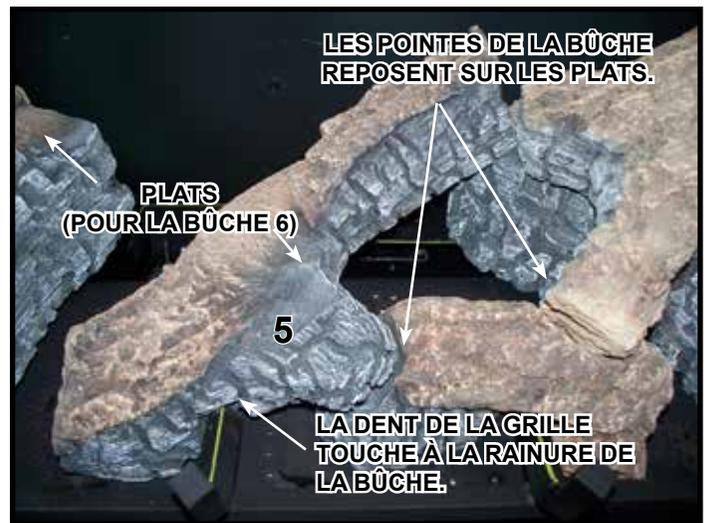

Figure 7. Placez la bûche 5.
**Bûche 5 (SRV2206-704) :** Placez la bûche 5 comme le montre la Figure 7. Voir la Figure 6 pour de plus amples détails. Placez la dent de la grille dans la rainure de la bûche, comme illustrée. Placez les extrémités de la bûche 5 sur les plats comme le montre la Figure 6.
**Bûche 6 (SRV2206-706) :** Placez la bûche 6 comme le montre la Figure 8. Voir la Figure 7 pour des références additionnelles. Posez l'extrémité avant de la bûche 6 sur le plat de la bûche 3. Posez le nez de la bûche 6 sur la fourche de la bûche 5.